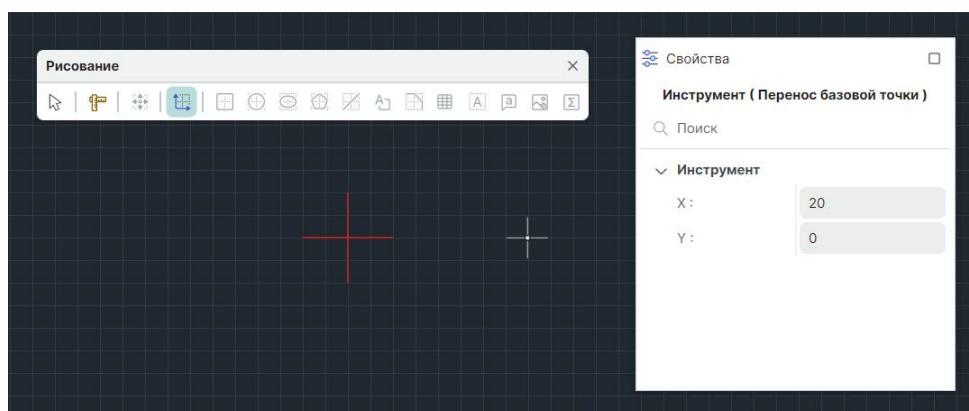

Рис. 214 Вид курсора при работе инструмента «Переместить начало координат»
- Вызовите инструмент «Переместить начало координат», который доступен на панели «Рисование». Курсор поменяет вид, см. Рис. 214. В панели «Свойства» в динамическом режиме будут отображаться текущие координаты курсора.